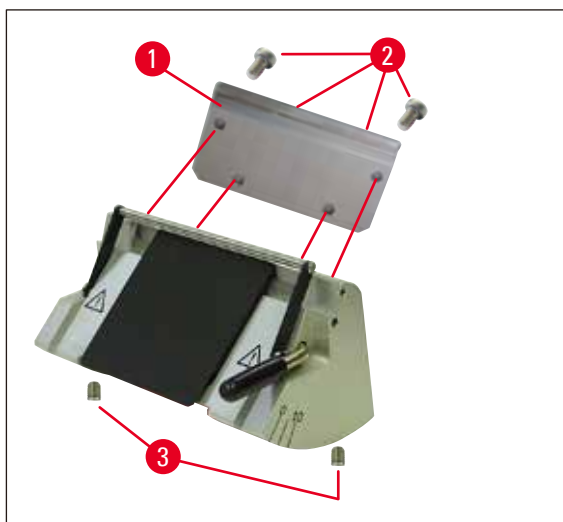
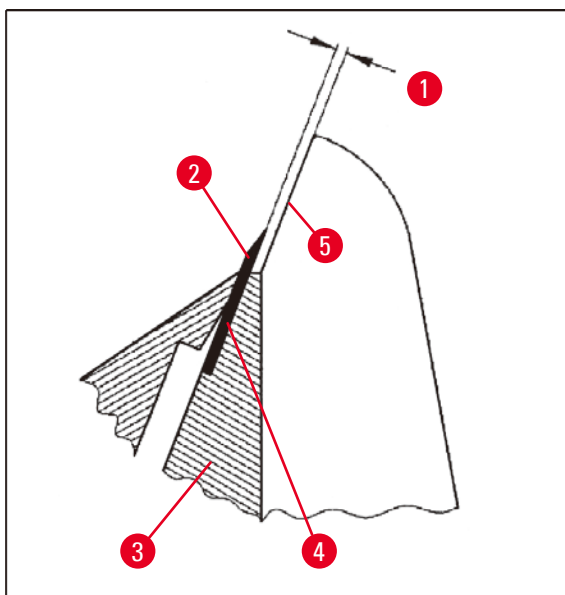

Bild 34
Bild 35
- Se till att tryckplattans övre kant (→ Bild 40-4) är parallell och i höjd med den övre kanten på den bakre tryckplattan (→ Bild 40-2) (se även (→ Sida 45 – Bild 34), (→ Sida 46 – Bild 35)). Justera tryckplattorna om det behövs (→ Sida 49 – 5.9.10 Översikt – tillbehör).